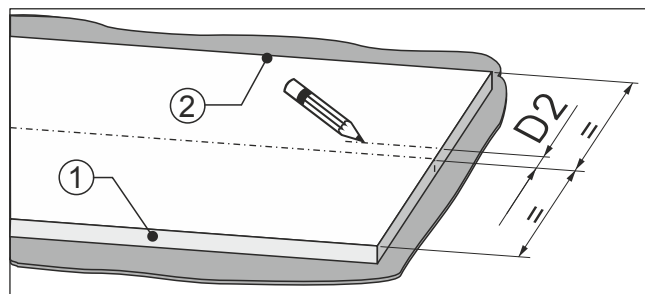

Fig. 93
- От центъра на мебелното чело измерете размера Fig. 93 (D2) в посока на страната на отваряне на вратата Fig. 93 (2).